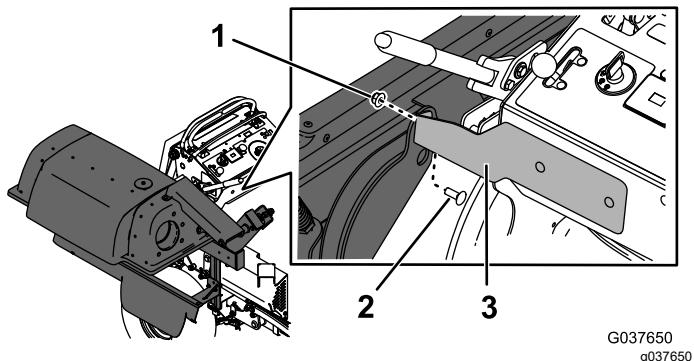

Bild 16
- Befestigen Sie den Rahmen des Heckfangsystems mit einer Schlossschraube ($\frac{3}{8}$ " x 1") und einer Mutter ($\frac{3}{8}$ ") an der vorderen Befestigungshalterung, wie in Bild 16 abgebildet.